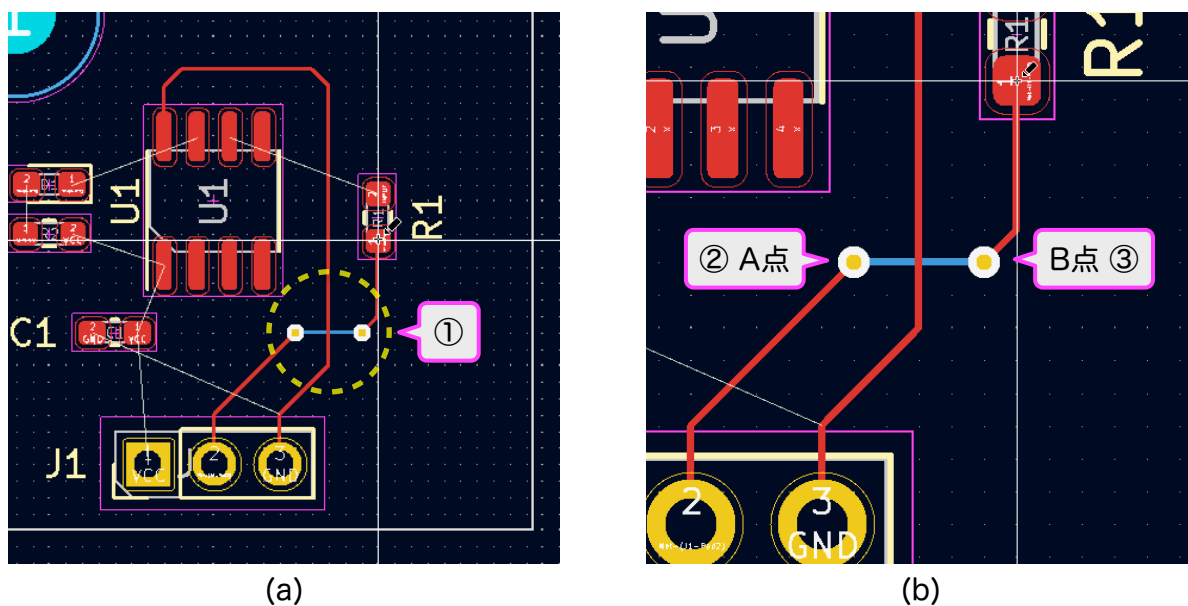

図7-25
① このようなときは図7-25-(a)の丸枠の配線のように配線レイヤーの切替えにより立体交差させて接続拒否を回避します。
② A点まで配線を引いてショートカットV（ビア作成）を入力しさらにクリックします。ビアが配置され配線レイヤーがB.Cuに切替わります。図7-25-(b)
③ B点まで配線を引きショートカットVを入力しクリックします。ビアが配置され配線レイヤーがF.cuにもどり立体交差で他配線との接触を回避します。図7-25-(b)